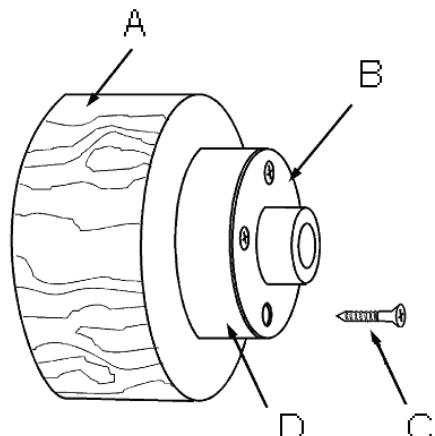

Рис. 14
- Закрепите заготовку (А, рис.14) с помощью 4x шурупов (С) к планшайбе.